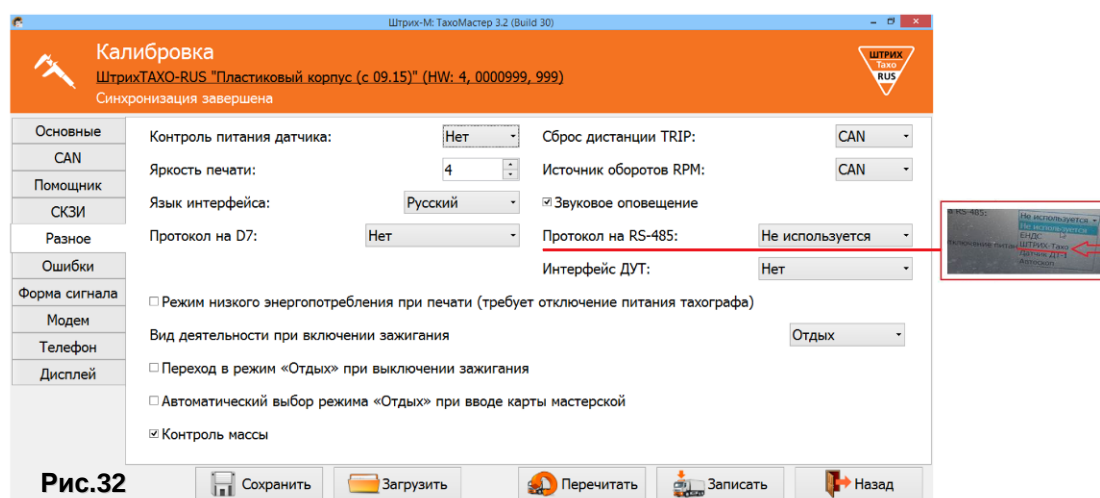

Рис.32
6.14. Дополнительно к инструкции п. 5.10 необходимо на вкладке «Разное» программы для настройки Устройства Штрих-М:ТахоМастер установить параметр «Протокол на RS-485» на значение «Штрих-TAXO» (Рис. 32) и записать настройки.